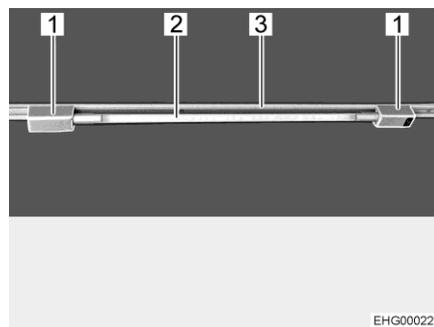

Fig. 29 Tube lumineux
- Placer les deux supports (Fig. 29,1) dans le rail (Fig. 29,3). Tourner pour ce faire les support de 90°.
- Ficher le corps de la lampe (Fig. 29,2) dans un des supports.
- Tourner le corps de la lampe (Fig. 29,2) jusqu'à obtenir l'effet lumineux désiré.